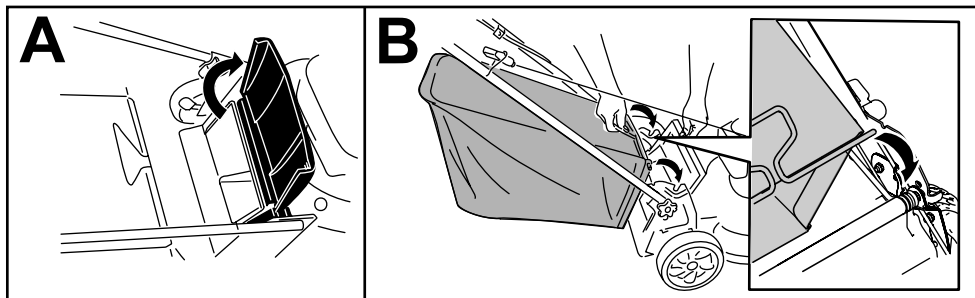

Figura 17
1. Sollevate il deflettore posteriore e tenetelo sollevato (A di Figura 17).
2. Montate il cesto di raccolta, accertandovi che i suoi perni siano inseriti nelle tacche presenti sulla stegola (B della Figura 17).